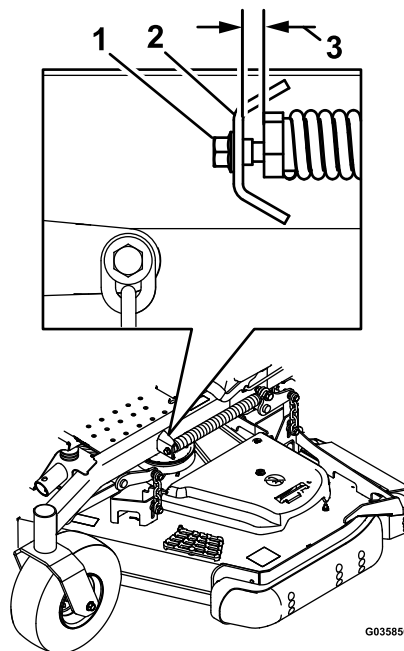

Figure 121
- B. Desserrez lentement la vis de réglage sur le ressort d'aide au levage jusqu'à ce que vous puissiez enlever la vis (voir Figure 121).